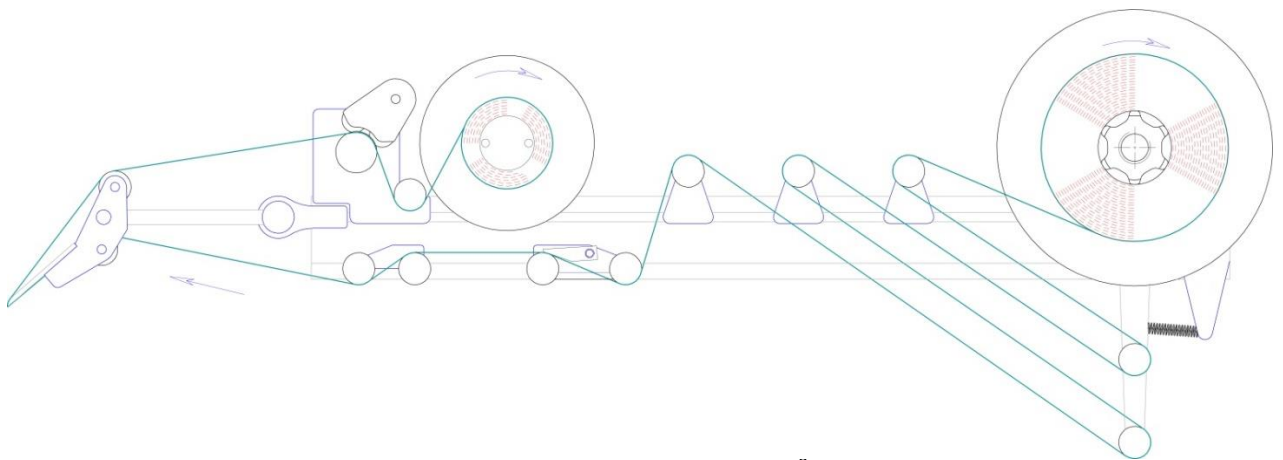

Рисунок 2 Схема заправки ленты этикеток по варианту «ПРАВЫЙ». Движение продукта справа-налево
- ПРАВЫЙ - движение продукта справа-налево (Рисунок 2),